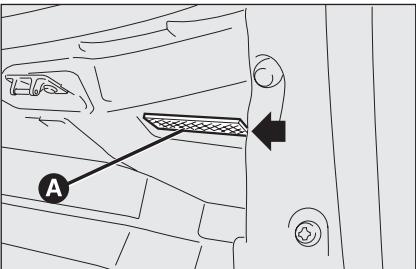
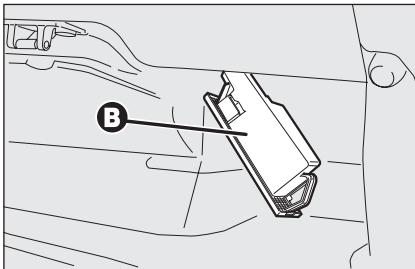

fig. 48
fig. 49
- saque la parte transparente **A**-fig. 48 haciendo palanca en el punto indicado por la flecha;
- levante la protección **B**-fig. 49 y sustituya la lámpara montada a presión;
- cierre la protección **B**-fig. 49 de la parte transparente **A**-fig. 48;